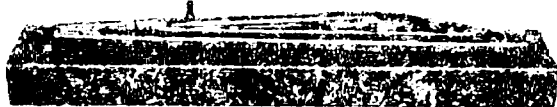

Bild 173
2. Zur Kontrolle vorteilhaft selbst anzufertigende Lehre (Bild 173) verwenden. Falls nicht vorhanden, die drei Hauptbohrungen der einen Gabelscheide auf ebener Unterlage markieren, dann andere Gabelscheide auf die markierte Unterlage auflegen. Markierte Punkte und Bohrungen der zweiten Gabelscheide müssen übereinstimmen.